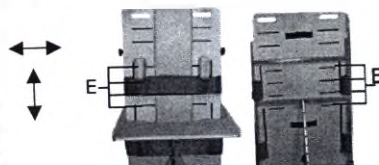

Рис. 5
Регулировка ширины лежа осуществляется за счет перемещения боковых ограничителей (рис.5)
Для этого вставьте резьбовые шпильки, расположенные в торце боковых ограничителей, в пазы леа (Е) на необходимой высоте и ширине. Зафиксируйте выбранное положение боковых ограничителей крепежными элементами (рис.5)
6) Регулировка положения боковых ограничителей (рис.5, с.5)